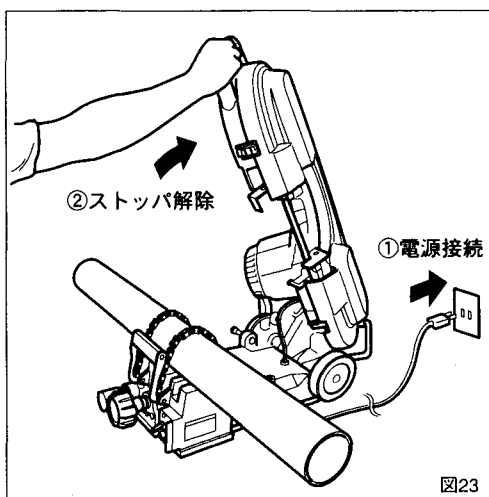
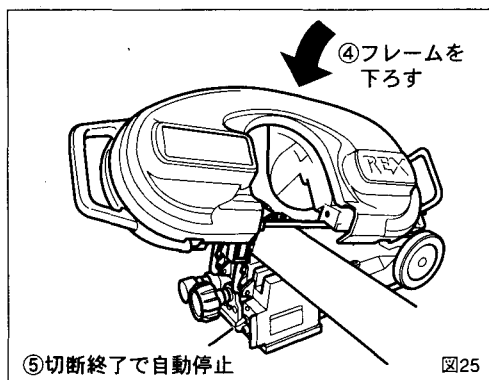

図23
図25
XB120A (平バイス) の場合 (図18～図23)
1. 切断作業 (図23～図25)
①電源プラグをコンセントに接続します。(図23)
②ハンドルを持ち、いったん最上部までフレームを上げてストッパーを解除します。(図23)
④ノコ刃が十分に回転速度を上げてからゆっくりと切断材料の上にノコ刃を乗せます。(図25)
⑤あとは自動的に切断していき、切断が終了するとスイッチがOFFとなり停止します。(図25)